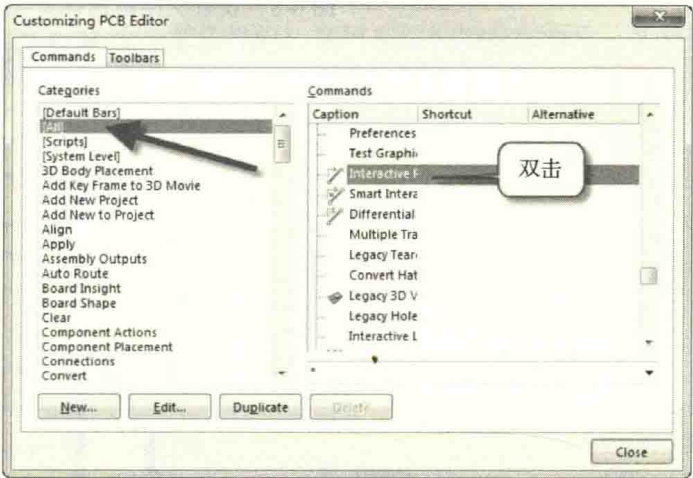

图 6-7 选择需要设置快捷键的栏目
(2) 打开如图 6-7 所示的对话框，在左边栏中适配“All”，在右边栏中找到需要设置快捷键的栏目双击，如图 6-7 所示，进入快捷键设置界面。